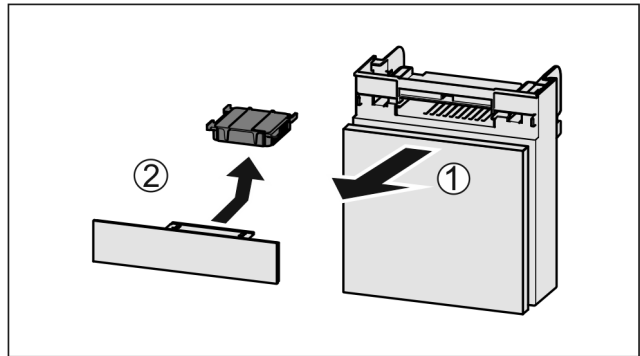

Fig. 122
- ▶ Издърпайте Fig. 122 (1) напред от отделението.
- ▶ Извадете Fig. 122 (2) филтъра с активен въглен.